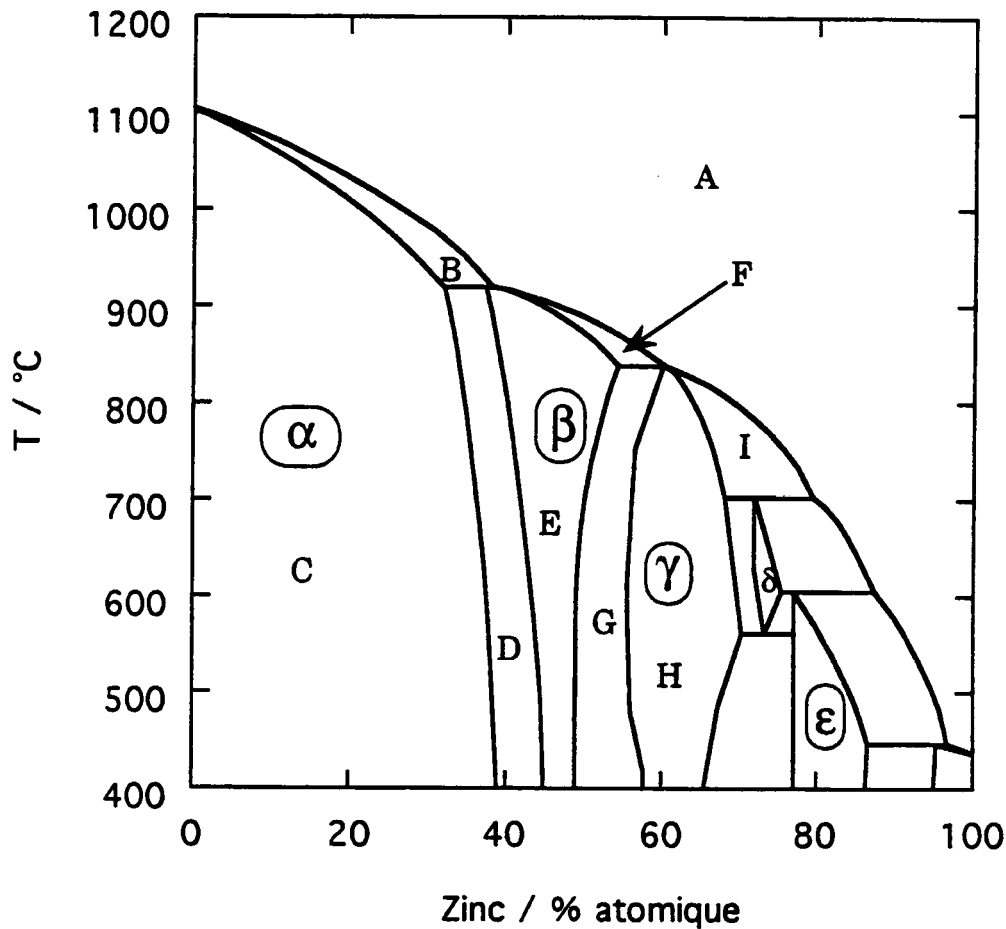
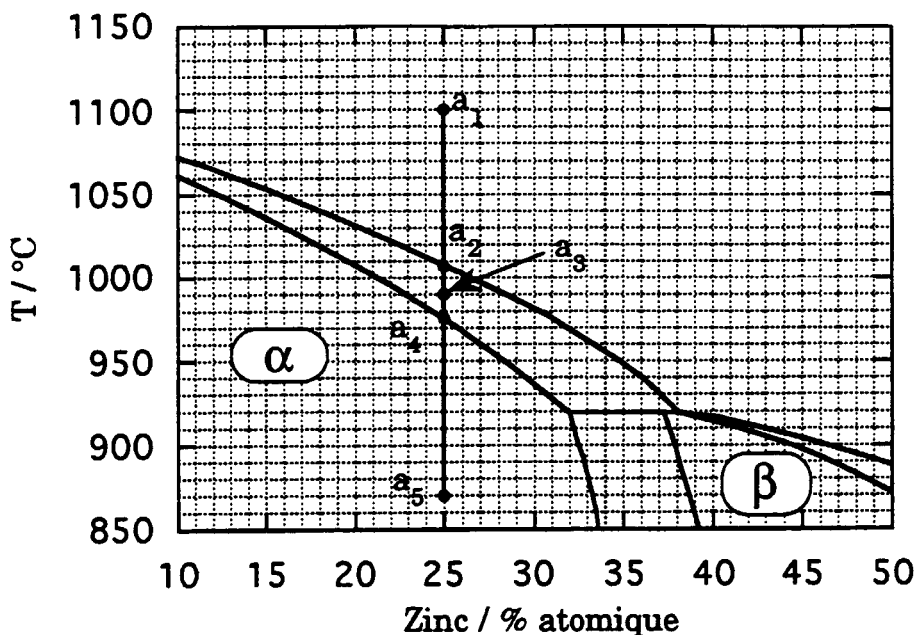

Figure 2
Figure 3
Le diagramme binaire Cu / Zn est représenté dans son intégralité sur la Figure 2. La Figure 3 est un agrandissement de celui-ci. Les laitons α , β , γ , δ et ϵ possèdent des structures cristallographiques différentes. Les domaines de stabilité des différents laitons sont indiqués sur le diagramme.
Un mélange de composition a est refroidi depuis le point a_1 (Figure 3).
- VI.10. Compte tenu du diagramme représenté sur la Figure 2, expliquer qualitativement pourquoi la lame prend un aspect argenté.